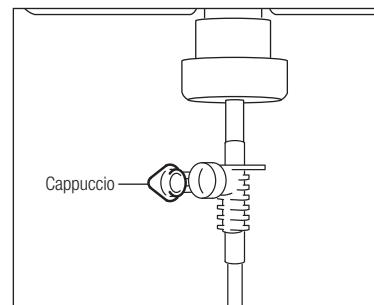

Fig. 12
- 5) Aprire il coperchio per far entrare aria nella confezione. (Fig. 12)